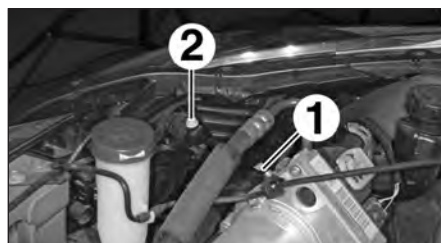

FIG.96
- Agir (Fig.96) :
- sur la vis (1) pour le réglage horizontal du projecteur,
- sur la vis (2) pour le réglage vertical du projecteur.